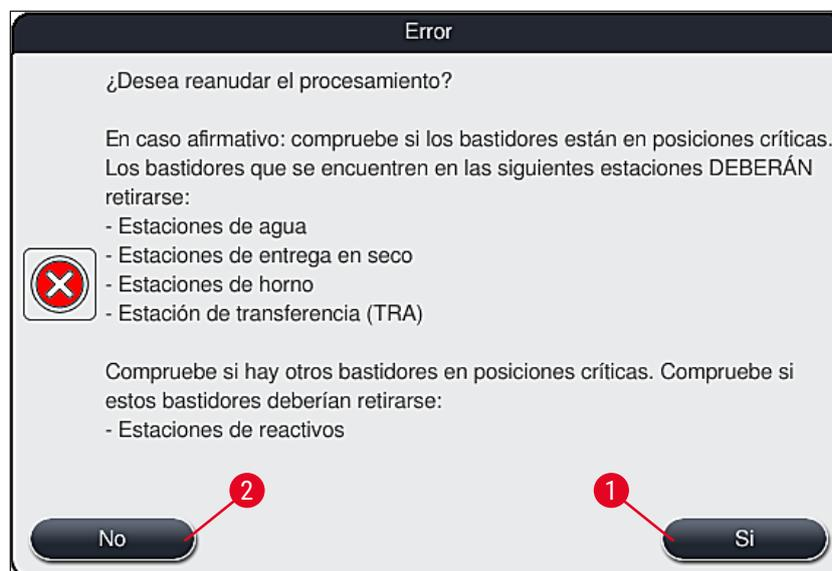

Fig. 112
4. A continuación, el usuario tiene la opción de seleccionar si desea reanudar o no el proceso de tinción (→ P. 143 – 8.2.2 Reanudación del proceso de tinción después de un fallo de alimentación) o cancelarlo (→ P. 144 – 8.2.3 Cancelación de todos los procesos de tinción después de un fallo de alimentación) (→ "Fig. 112").
2. Retire las cestas cruciales del instrumento de acuerdo con el mensaje informativo anterior (→ "Fig. 112") y confirme la extracción pulsando la estación correspondiente (→ "Fig. 113-1") en la pantalla.
La cancelación del proceso de tinción y el retorno al menú anterior de selección (→ "Fig. 112") se pueden deshacer pulsando el botón **Cancelar** (→ "Fig. 114-2").